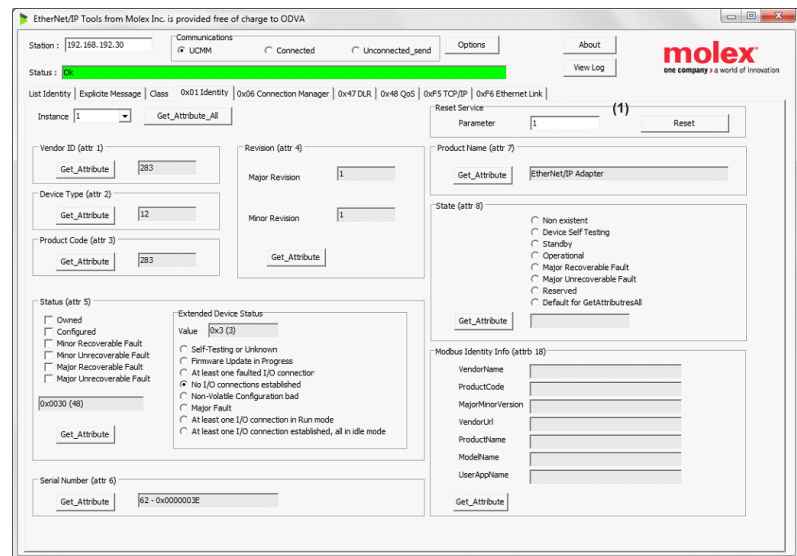

Abb. 6.14: Seite mit „Reset Service“
*Es erscheint die Seite mit „Reset Service“, Abb. 6.14.*